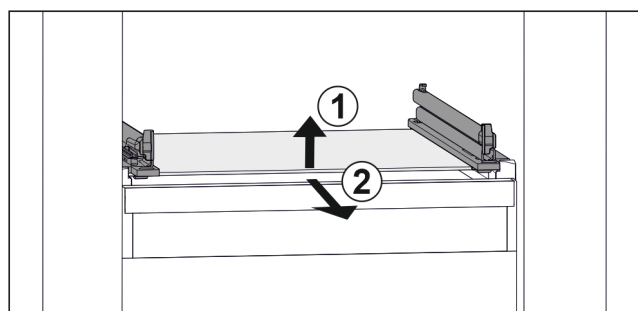

Fig. 72 Przykładowa prezentacja płyty szklanej
- ▶ Unieść płytę szklaną z przodu. Fig. 72 (1)
- ▶ Wyjąć płytę szklaną do przodu. Fig. 72 (2)